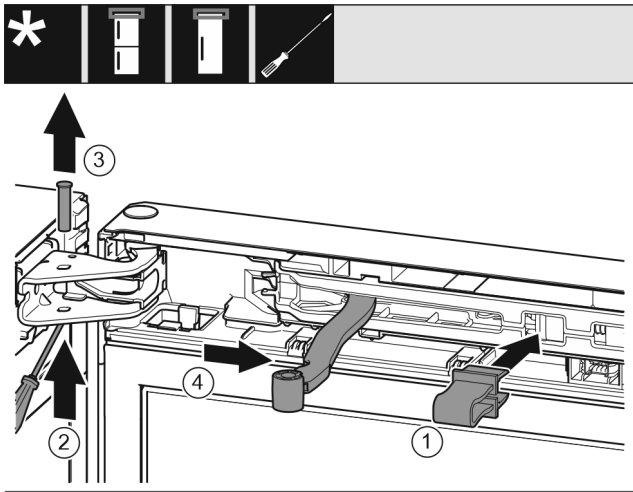

Fig. 6
- Tryck fast spärren i öppningen. Fig. 6 (1)
- Tryck ut bulten med en skruvmejsel. Fig. 6 (2)
- Dra ut bulten uppåt. Fig. 6 (3)
- Vrid leden mot dörren. Fig. 6 (4)